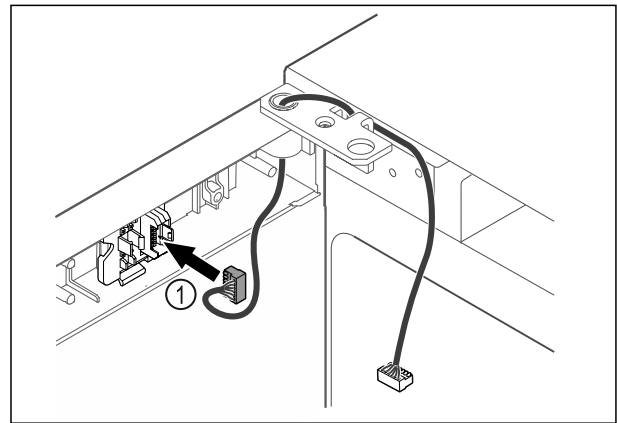

Fig. 48
- ▶ Stecker Fig. 48 (1) in Steckerhalterung einstecken.